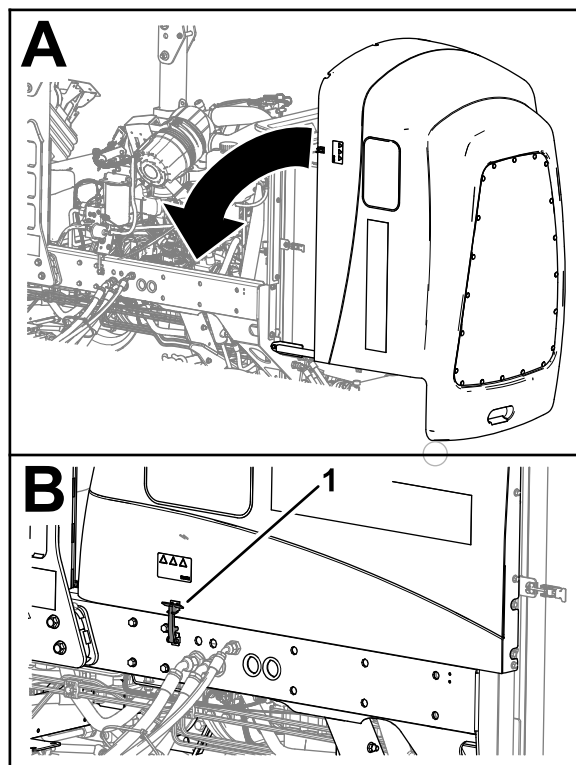

Figura 59
1. Rode cuidadosamente o capot fechado (Figura 59).